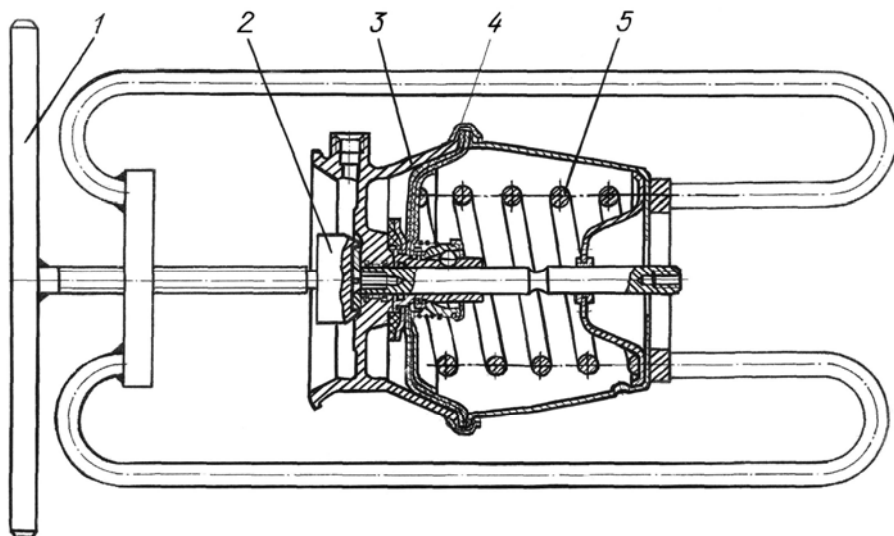

Рис.73. Приспособление для разборки пружинного энергоаккумулятора:
2. Установить приспособление, как указано на рис. 73, без перекосов и смещений.